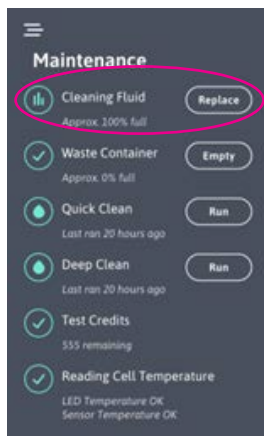

Figura 36
5. Pressione o botão de reposição Substituição do fluido de limpeza no Submenu de manutenção para repor (Figura 36).